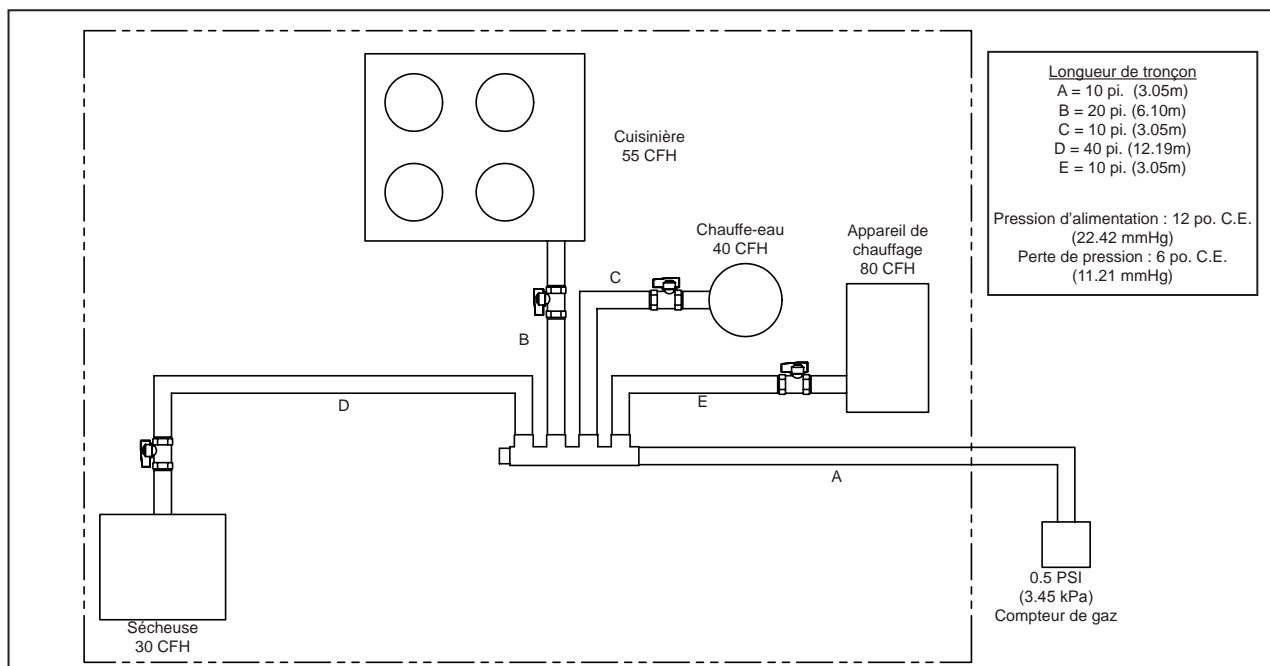

FIG. 3-3 Exemple 2- Arrangement parallèle d'un système en basse pression, 12po. C.E. (22.42 mmHg)
1. Le système illustré à la **FIG. 3-3** illustre un arrangement typique uni-domiciliaire où une installation relie plusieurs appareils requérant des charges moyennes. Les appareils sont disposés séparément plutôt que tous ensemble et l'arrangement du système requis est en parallèle. La charge de pression d'alimentation maximale est de 12 po. C.E. (22.42 mmHg) et permet une perte de pression plus élevée, 6 po. C.E. (11.21 mmHg) que ce qu'il est courant de constater avec les systèmes sous basse pression.